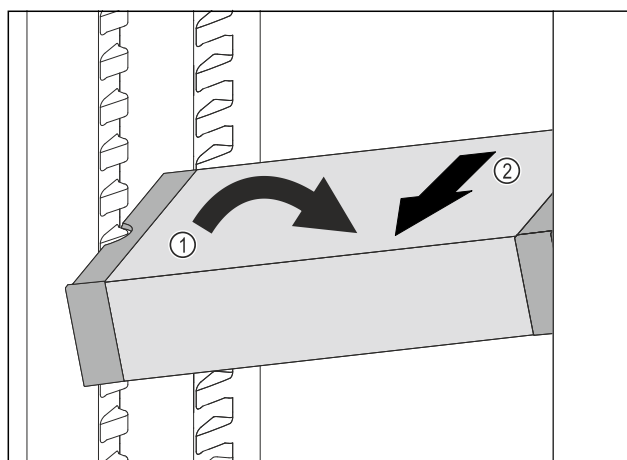

Fig. 84
- ▶ VarioSafe ustawić w chłodziarce pod skosem. Fig. 84 (1)
- ▶ VarioSafe wyjąć do przodu. Fig. 84 (2)